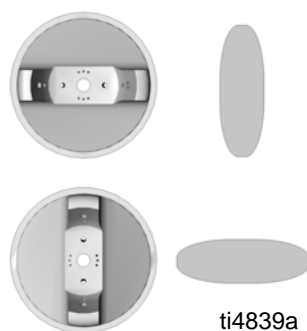

FIG. 2
1. Gire el cabezal de aire para lograr el patrón de pulverización adecuado. Vea la FIG. 2.